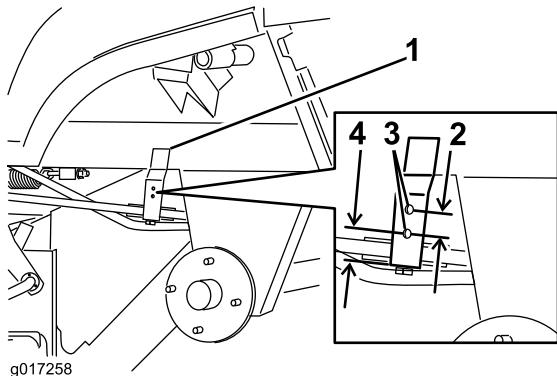

Figure 4
- Sur le côté gauche de la machine, percez 2 trous comme spécifié à la Figure 4.
- Mesurez l'emplacement des trous dans le support de poulie comme spécifié à la Figure 4.